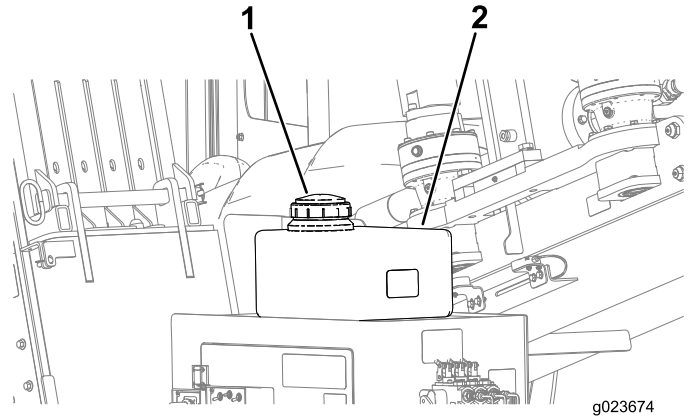

Figura 159
C. Retire el tapón del depósito de anticongelante de la bomba de fluido de perforación (Figura 159).
D. Asegúrese de que el depósito está lleno de anticongelante (Figura 159).
- D. Añada anticongelante al depósito según sea necesario (Figura 159).
5. Instale el tapón del depósito de anticongelante (Figura 159).